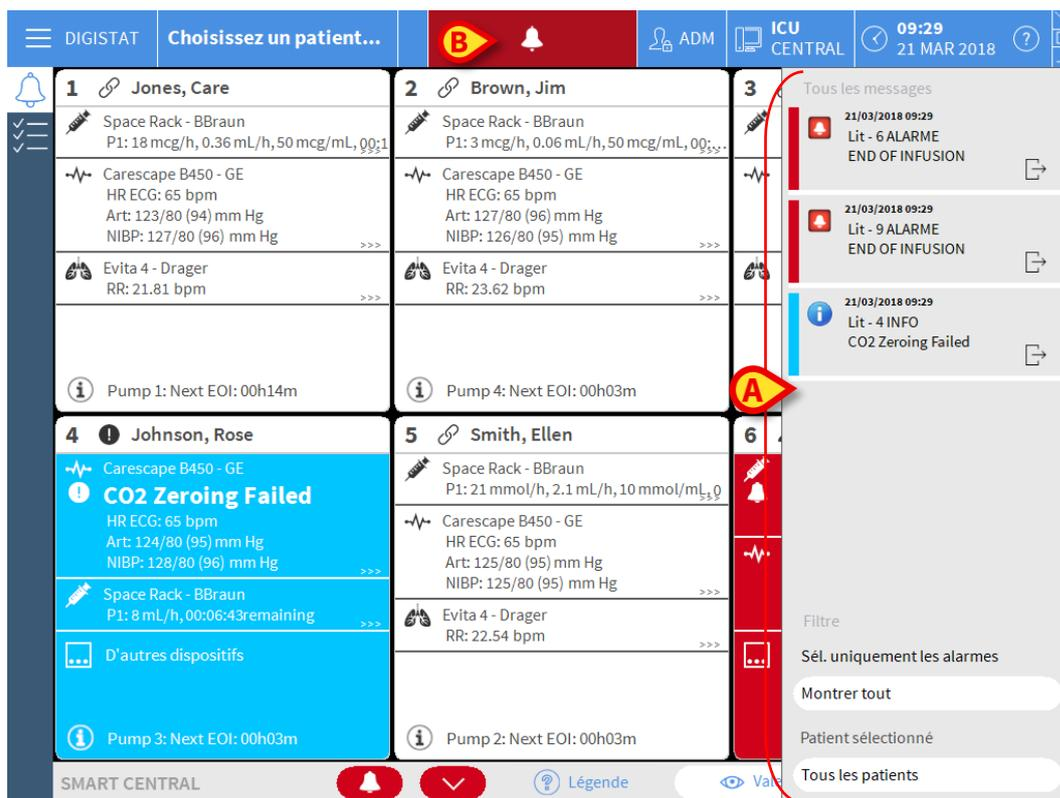

Fig 75
À droite sur l'écran Smart Central, il est possible d'afficher un espace qui dresse la liste des différentes notifications provenant des dispositifs reliés (Fig 75 A).
- être visible uniquement si l'utilisateur clique sur le bouton DIGISTAT® sur la barre de commande (Fig 75 B).